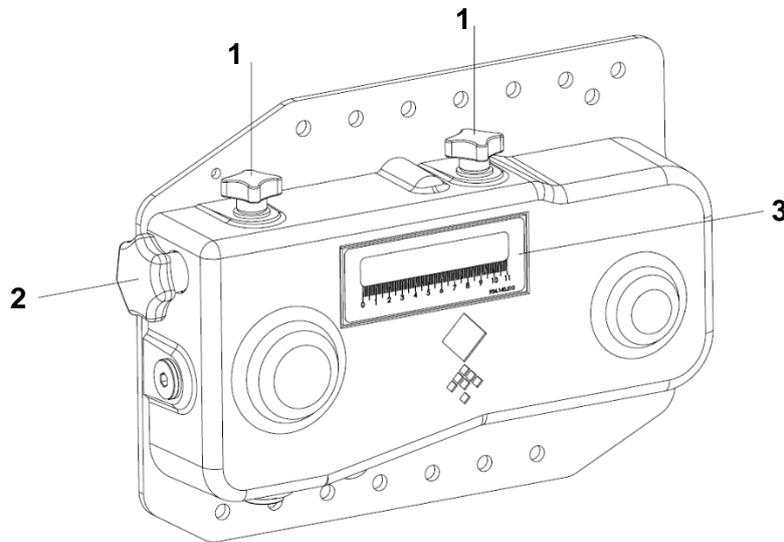

Figura 9
1. Allentare le manopole a stella (1) (Guarda la Figura 9).
2. Ruotare la manopola di avvio (2) per modificare l'impostazione. L'impostazione può essere letta nell'adesivo (3).
3. Stringere nuovamente le manopole a stella (1).